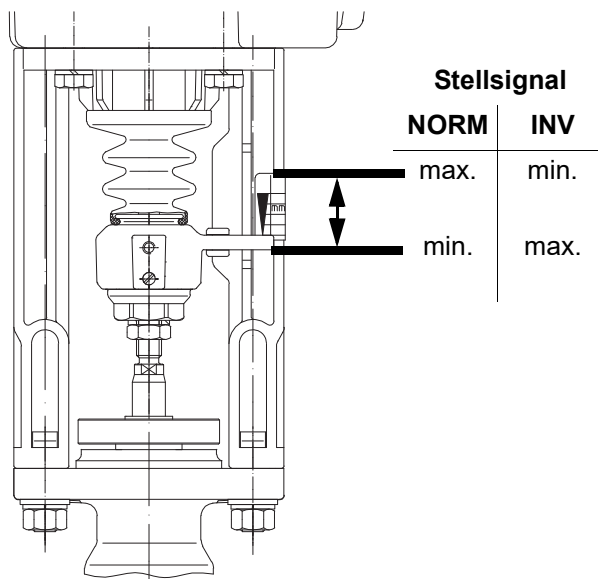

Bild 11: Wirkrichtung
- b) Die Armaturspindel mit dem Handrad in die gewünschte Position für das min. Stellsignal, z.B. 4mA oder 0V, kurbeln (entsprechend der Schalterstellung SW und wie in Bild 11 : Wirkrichtung angegeben). In der Regel wird dies die geschlossene Armatur sein.
- a) Die Armaturspindel mit dem Handrad in die gewünschte Position für das max. Stellsignal, z.B. 20mA oder 10V, kurbeln (entsprechend der Schalterstellung SW und wie in Bild 11 : Wirkrichtung angegeben). In der Regel wird dies die geöffnete Armatur sein.